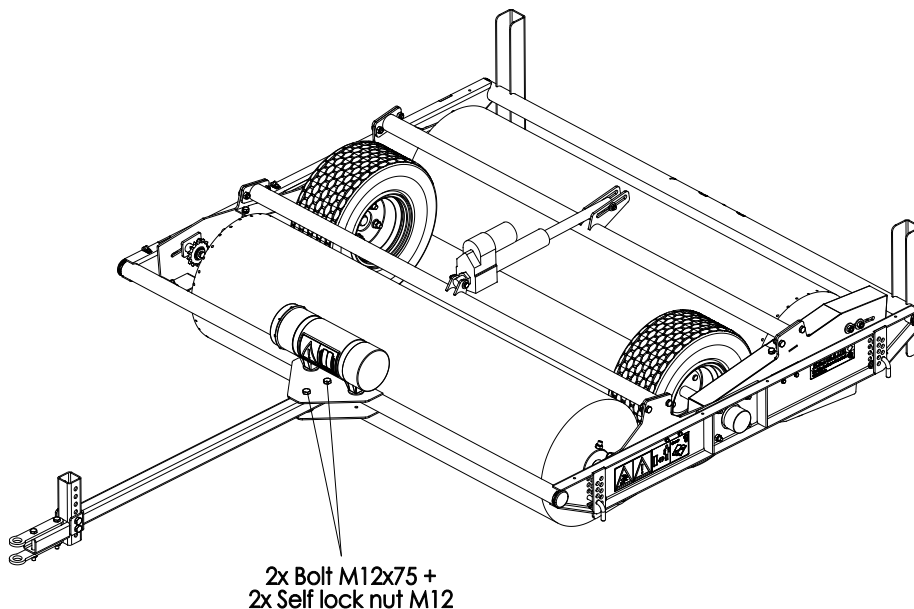

Fig. 8
7. Plaats de trekboom (fig. 8).